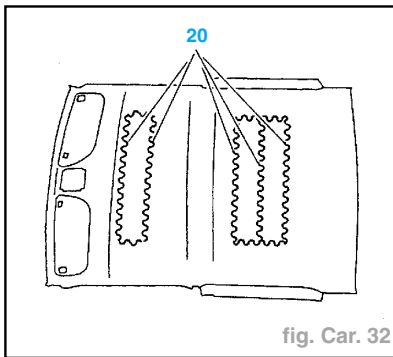

fig. Car. 32
- Appliquer une couche de colle (20) (adhésif joint polyuréthane) sur la garniture neuve ou réutilisée (fig. Car. 32).